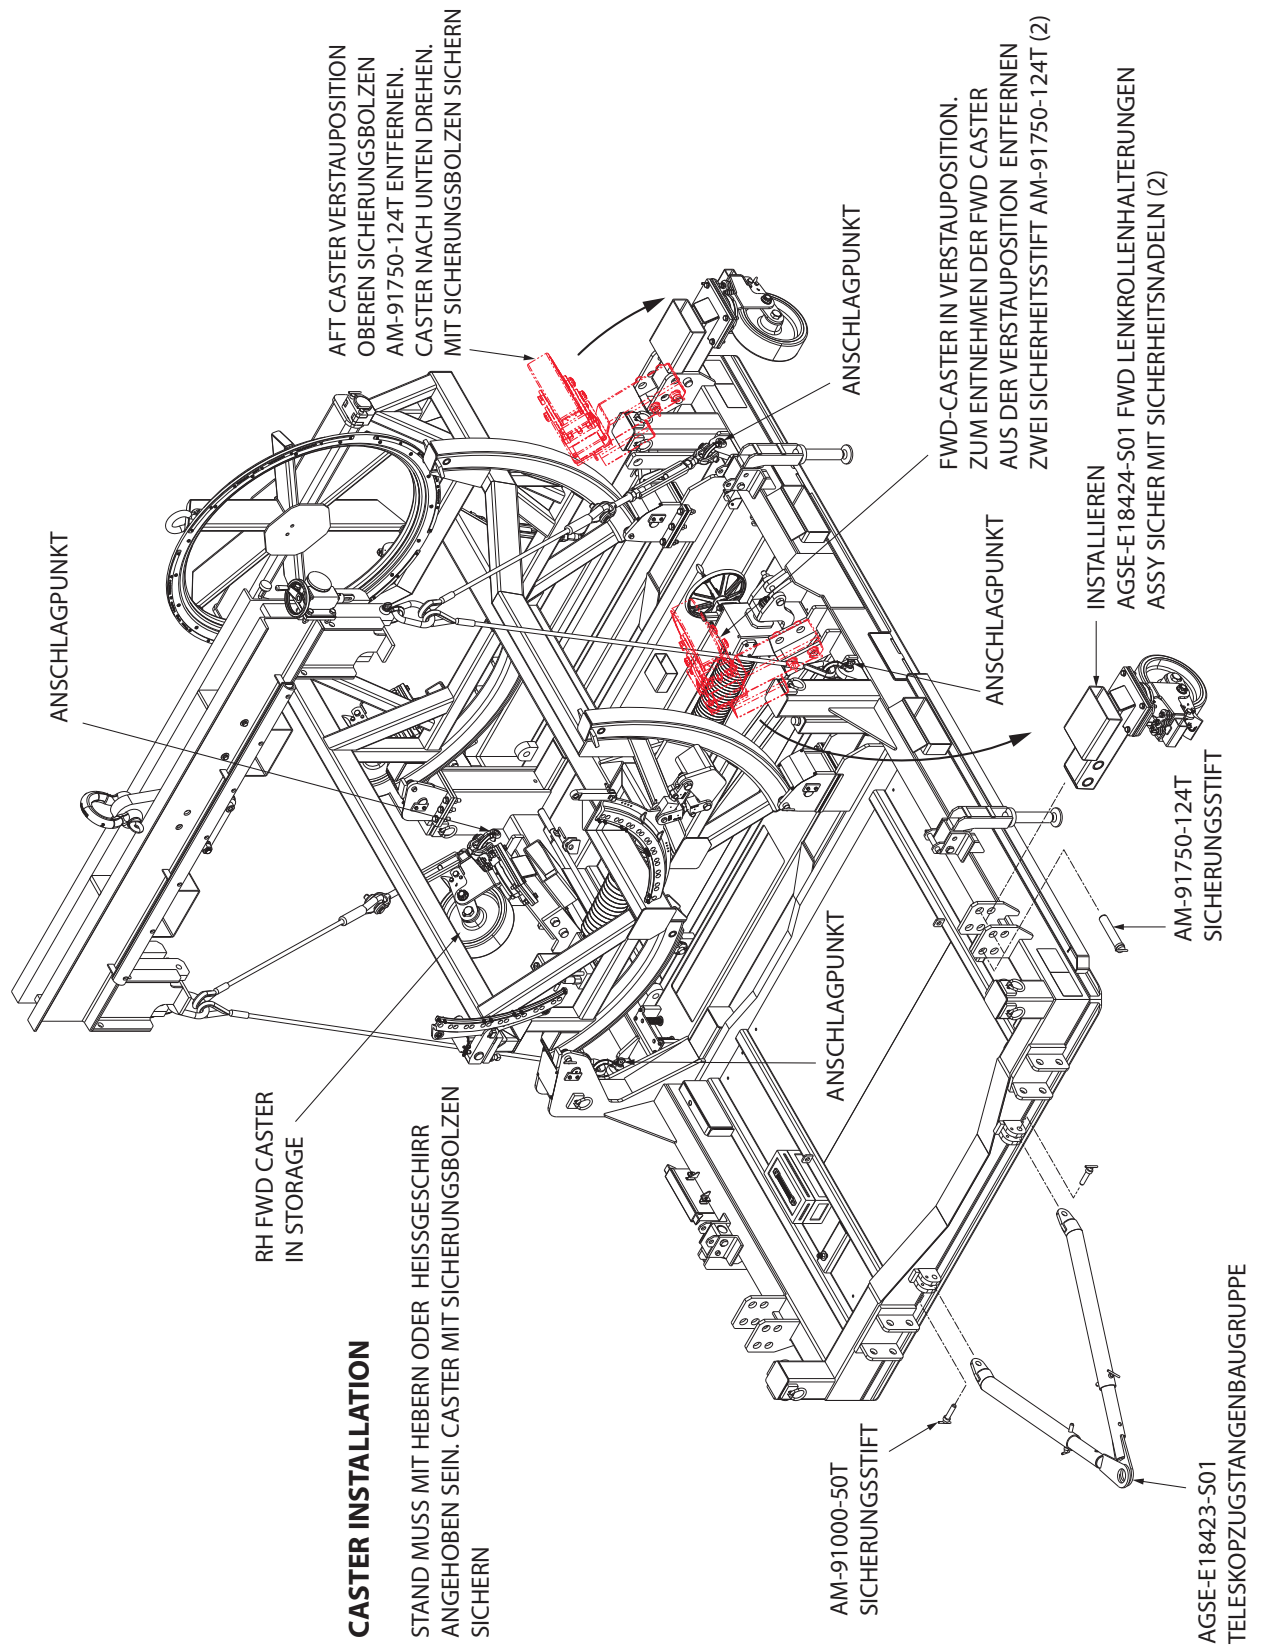

Abbildung 5.6-1 Caster and Tow Bars Installation
5.6 Caster einklappen, verstauen (Abbildung 5.6-1)